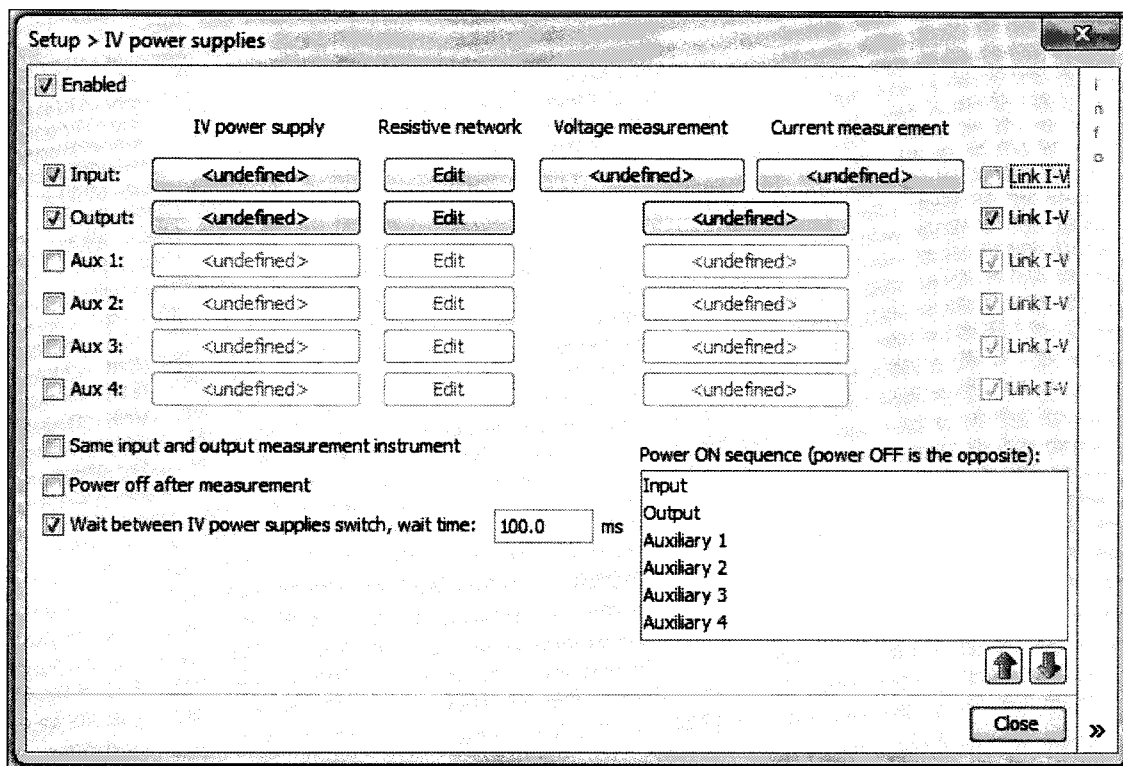

Рисунок 7.5.2 – Окно Setup > Power supplies, конфигурация для измерения напряжения и силы тока зондом стока
7.5.2 В окне Setup, Power supplies (рисунок 7.2.6), снять метку Link I-V справа в строке Input (рисунок 7.5.2).
7.5.3.1 Нажать клавишу Undefind на пересечении IV power supply / Input (рисунок 7.5.2), при этом появится окно Setup>Power supplies>Input generator.
7.5.3.2 Нажать клавишу Undefined на пересечении IV power supply / Output (рисунок 7.5.2), при этом появится окно Setup>Power supplies>Output generator.
7.5.3.3 Нажать клавишу Undefined на пересечении Input / Voltage measurement (рисунок 7.5.2), при этом появится окно Setup>IV power supplies>Input voltage measurement.
7.5.3.4 Нажать клавишу Undefined на пересечении Input / Current measurement (рисунок 7.5.2), при этом появится окно Setup>IV power supplies>Input current measurement.
7.5.3.5 Нажать клавишу Undefined на пересечении Output / Voltage measurement/Current measurement (рисунок 7.5.2), при этом появится окно Setup>IV power supplies>Output measurement.
7.6.2 В окне Setup, Power supplies (рисунок 7.2.6), снять метку Link I-V справа в строке Input (рисунок 7.5.2).